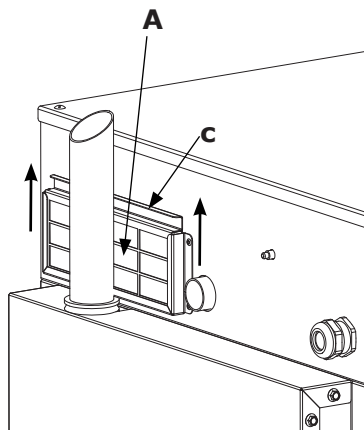

fig. 28
El filtro se encuentra en la parte posterior del horno (ref. **A** fig. 28).
1. Agarre el linguete del filtro (ref. **c** - fig. 28), y levántelo haciendo correr hacia arriba el filtro de su lugar.